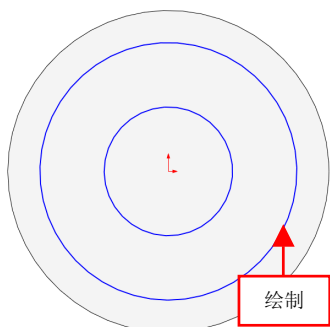

图 14-20 绘制圆对象
(4) 在【草图】选项卡中，单击【草图绘制】按钮，选取新创建拉伸实体的左侧面，单击【圆】按钮，绘制两个半径分别为 40 和 80 的圆对象，如图 14-20 所示。